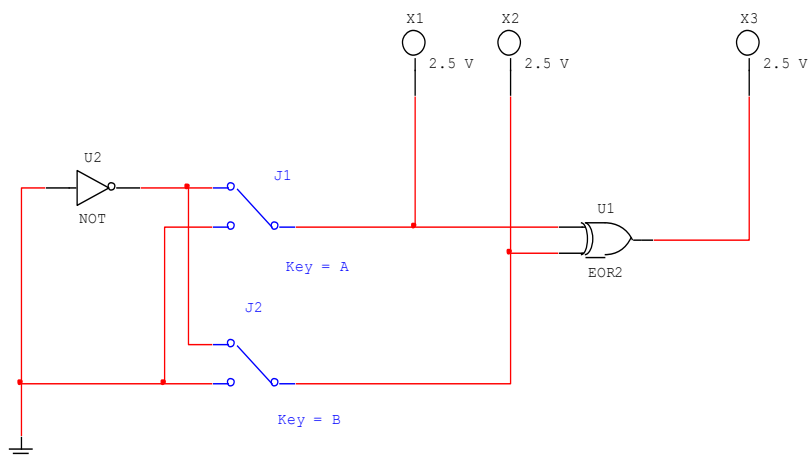

Рис. 26. Схема исследования функции Иключающее ИЛИ
1. Нарисовать схему исследования функции ИЛИ-НЕ (рис. 26).